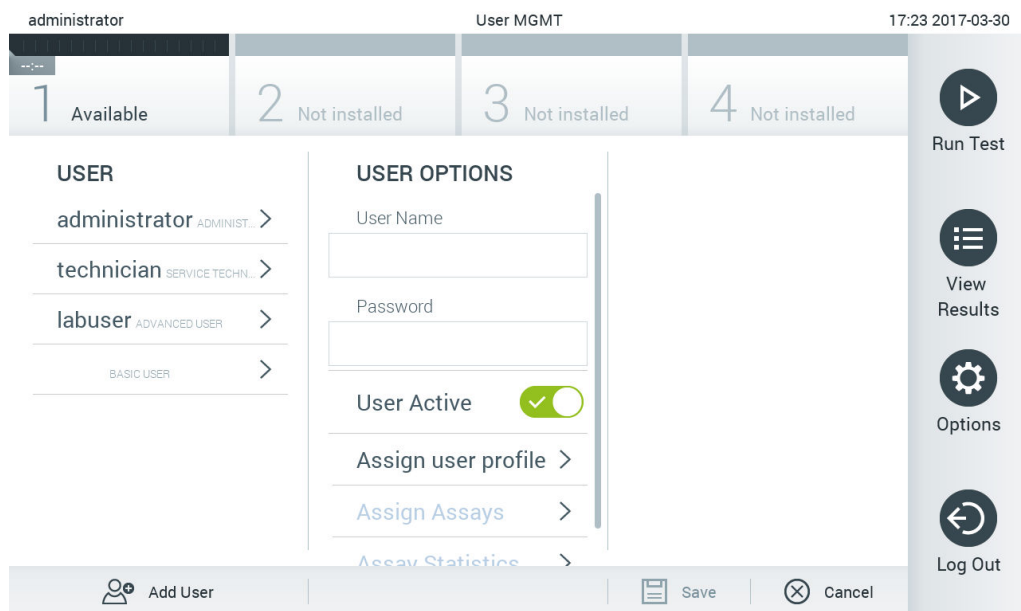

図 63.新規ユーザーを追加。
1. Options (オプション) ボタン、User Management (ユーザー管理) ボタンの順に押し、ユーザーを設定します。ディスプレイのコンテンツエリアに User Management (ユーザー管理) 画面が表示されます (図 63)。